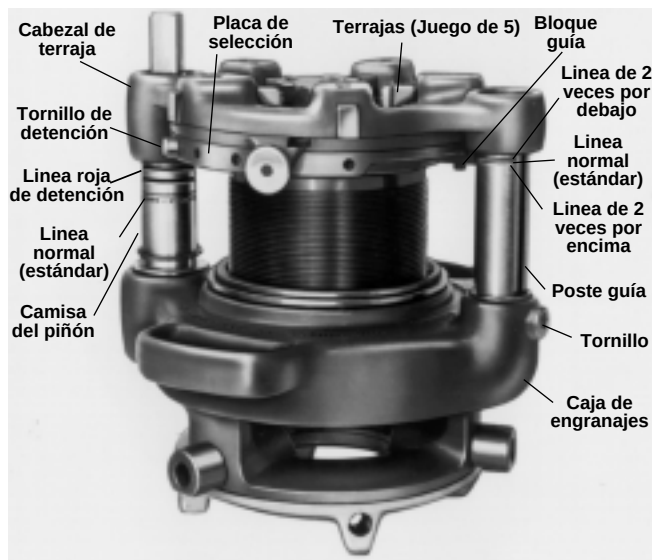

Figura 26 – Roscadora a Engranajes No. 161 mostrando la camisa del piñón y las líneas de referencia en el poste guía
(Figura 26)
1. Saque el tornillo de agarre (Figura 26) de la placa selectora.